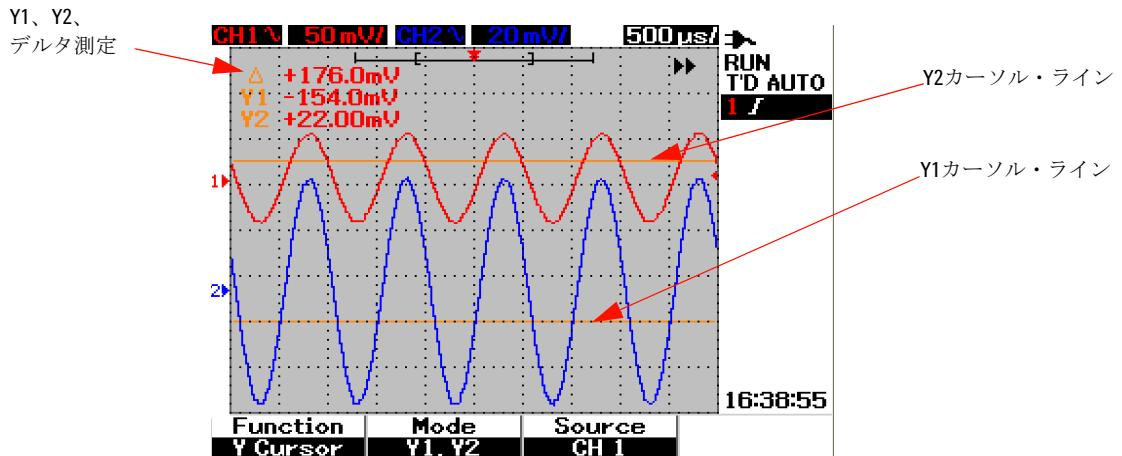

図3-34 チャネル1信号に対するY1およびY2カーソル・ラインを使ったYカーソル測定
- 4 図3-34では、2つのカーソル・ライン (Y1およびY2モード) が選択され、チャネル1の信号に対して測定が実行されています。